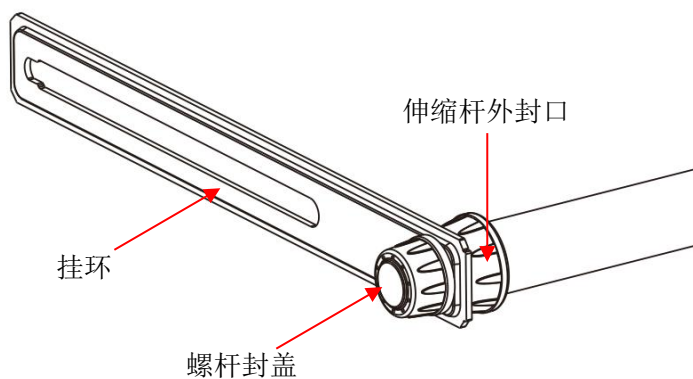

图 14
- d. 安装挂环：拧退衣杆伸缩杆上的螺杆封盖，然后将螺杆封盖与挂环固定在衣杆伸缩杆上，如图 14 所示。